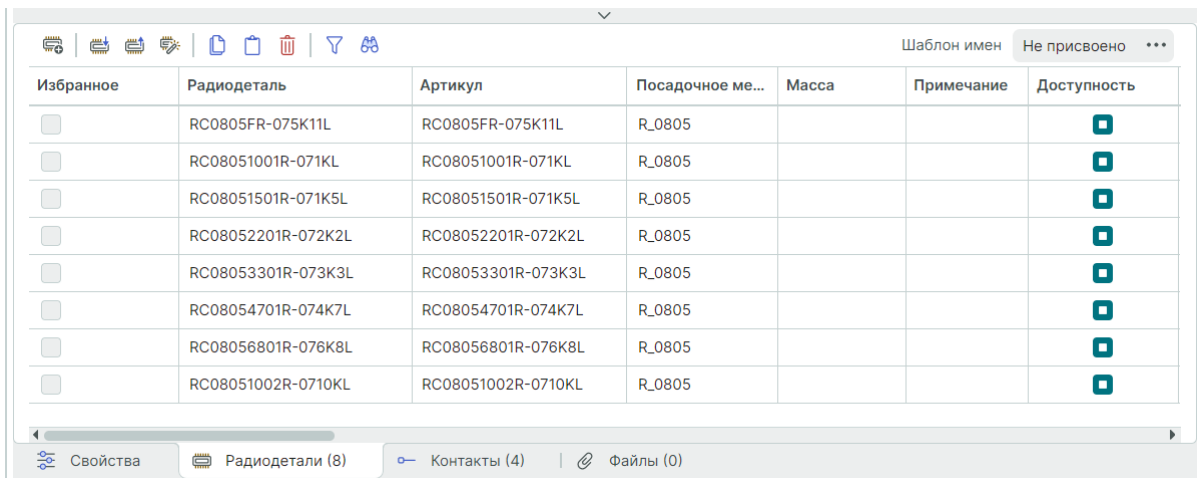

Рис. 310 Рдиодетали, созданные по шаблону
7. Список созданных радиодеталей будет отображен во вкладке «Рдиодетали» редактора компонентов, см. Рис. 310.